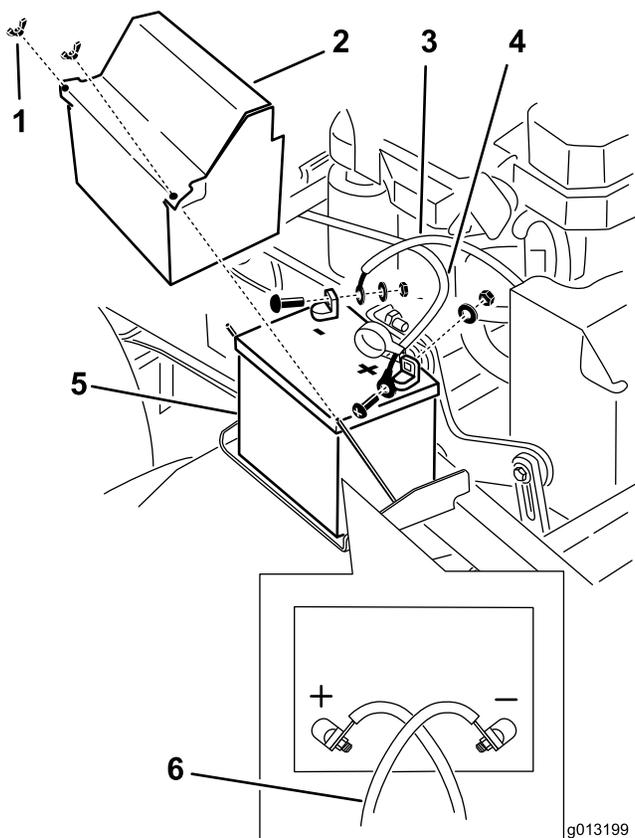

図 53
3. バッテリーのマイナス（-）端子からマイナス・バッテリー・ケーブルを外す（図 53）。
4. プラス端子（赤）についている赤いゴムカバーを取り外す。そして、赤いプラス（+）ケーブルを取り外す（図 53）。
5. バッテリー押さえプレートを外し（図 53）、バッテリーを取り出す。
1. バッテリーを車体に載せる（図 53）。
3. まず、バッテリーのプラス（赤）ケーブルをプラス（+）端子に、ナットとワッシャとボルトを使って取り付ける（図 53）。ゴムカバーをかぶせる。
4. 次に、バッテリーのマイナス・ケーブルとアース・ワイヤを、マイナス（-）端子に、ナットとワッシャとボルトを使って取り付ける（図 53）。
注 バッテリー・ケーブルが互いに交差する配置となるのが正しい接続である（図 53）。